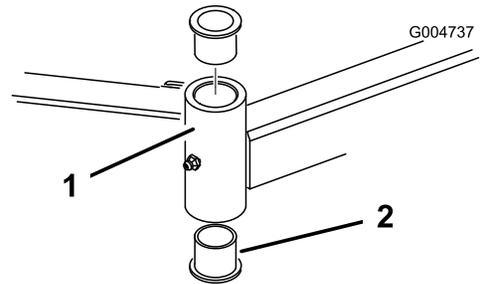

Figura 74
- Inserte un botador fino en la parte superior o inferior del tubo de montaje y dé golpes hasta que salga el casquillo del tubo (Figura 74).